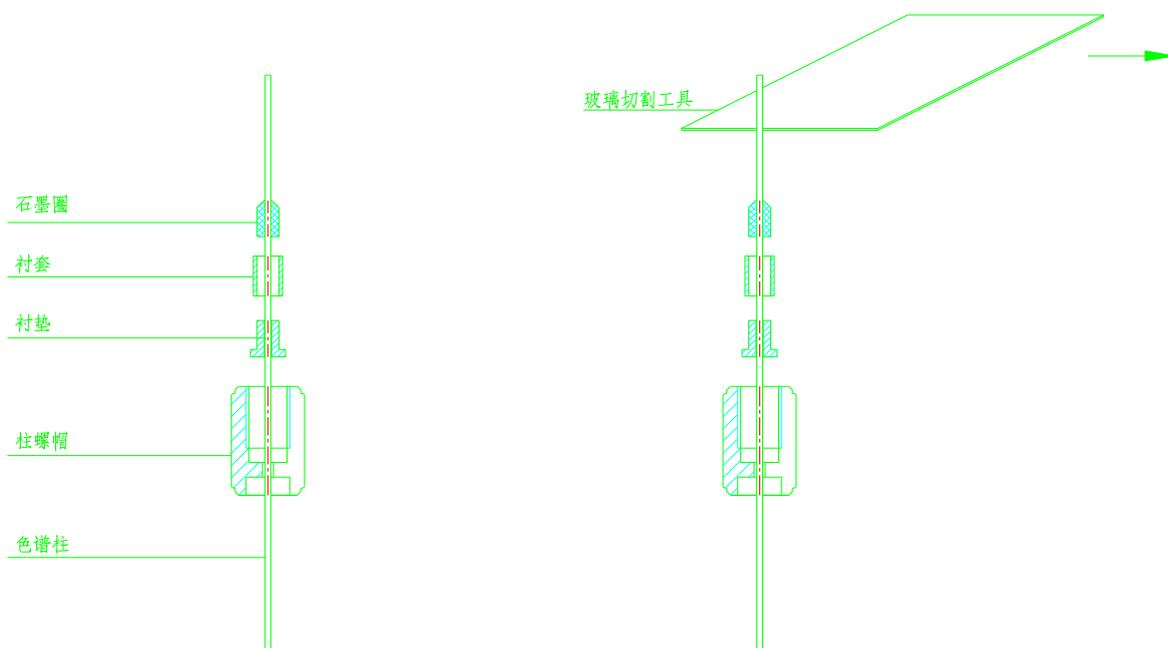

图 5.2 毛细管柱的安装
1. 把毛细管柱螺帽和垫圈安装于柱上。（参见图 5.2 毛细管柱的安装）